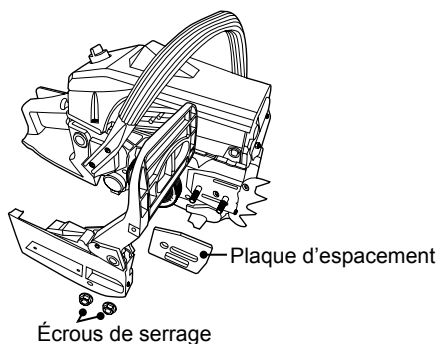

Fig. 2
- > Utilisez la clé mixte [6] fournie pour retirer les 2 écrous de serrage sur le côté de la protection avant/frein de chaîne. Retirez la protection avant/frein de chaîne et la plaque d'espacement des boulons (la plaque d'espacement ne doit pas être remise) (Fig. 2).